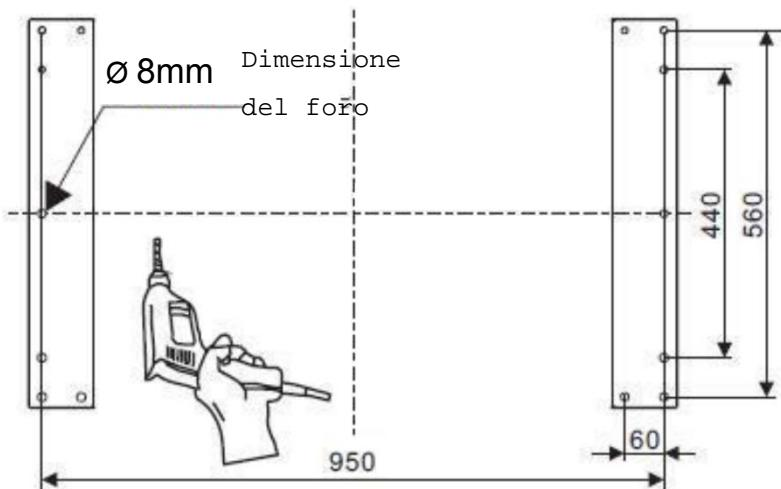
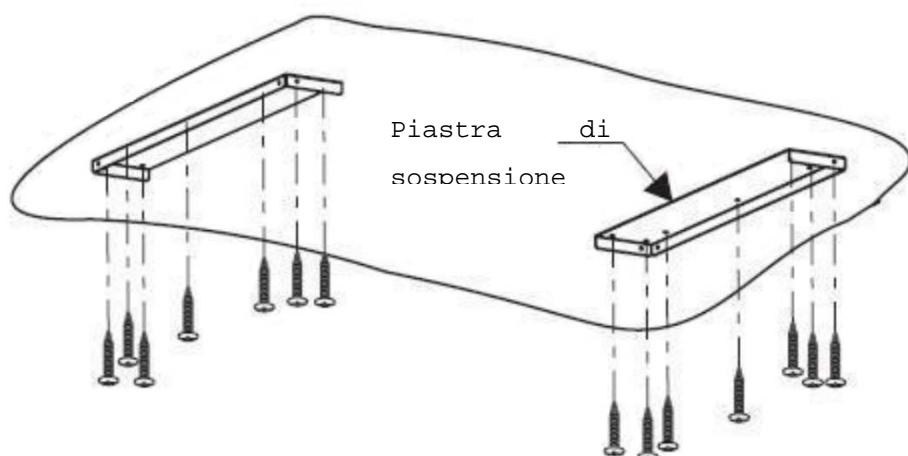

Figura 2
Figura 3
3. Collocare la piastra di sospensione sul soffitto e contrassegnare la posizione dei fori per le viti (v. figura 2). Praticare 14 fori da 8 mm di diametro sul soffitto e fissare i 2 elementi della piastra di sospensione al soffitto tramite 14 tasselli ad espansione o 14 viti a pressione ST6 da 40 mm (v. figura 3).